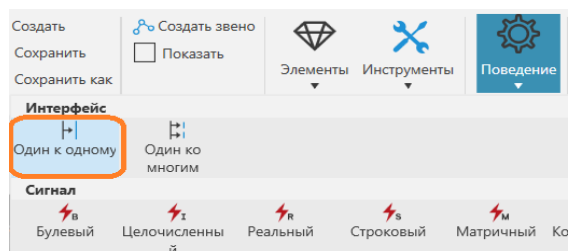

Рисунок 17 – Вкладка Поведение >Один к одному
5. На вкладке Поведение выберите **Один к одному** (рис.17).